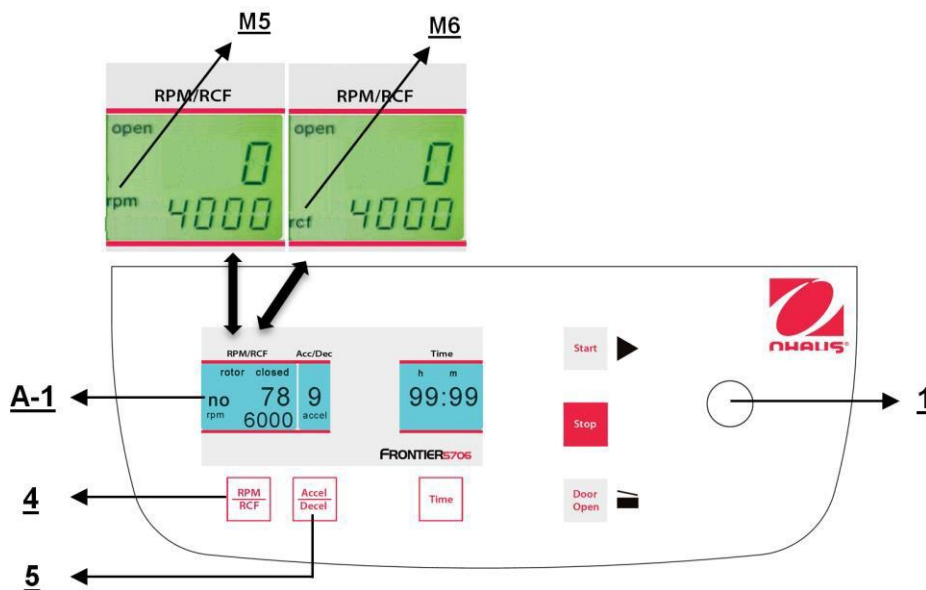

Figura 19
Esta preselección se activa con el botón **"RPM/RCF"** (4) (consulte la Figura 19 enseguida). Al presionar el botón una vez, destella la palabra **"rpm"** (M5). Al presionar el botón dos veces, se puede seleccionar la preselección de las fuerzas centrífugas. Entonces aparece la palabra **"rcf"** (M6). Puede configurar los valores deseados con la perilla de ajuste (1). En la pantalla (A-1) aparece permanentemente el valor regulado, antes, durante y después de la operación.